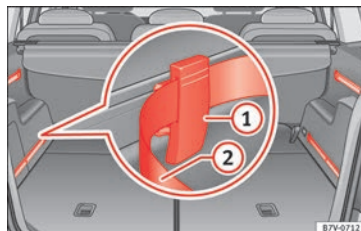

Bild 169 I bagageutrymmet: System med skenor, ställbara fästelement ① och remmar med justerbar spännkraft ②
- Sätt dit fästelementet med spåren uppåt » **bild 169** ① i den övre delen av styrningen och tryck nedåt.